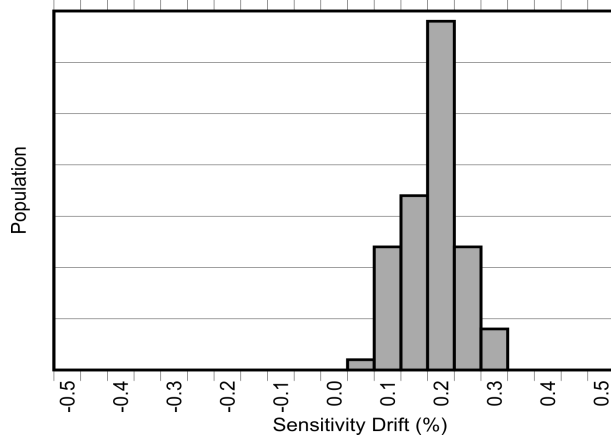
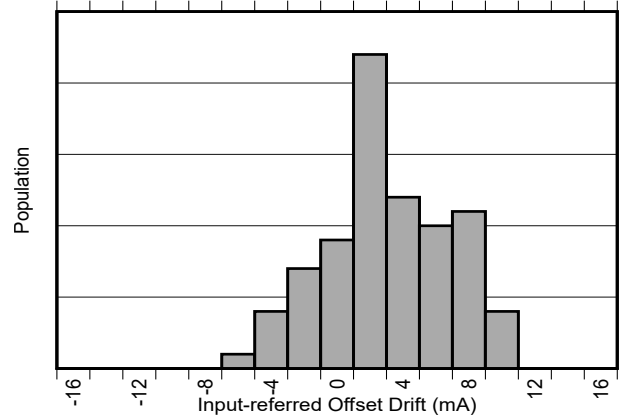

图 8-3. AEC-Q100 高温工作寿命应力测试后的灵敏度误差漂移
图 8-4. AEC-Q100 高温工作寿命应力测试后的以输入为基准的失调漂移
除了较大的热漂移之外，典型的磁性电流传感器由于在器件的寿命内老化，其灵敏度还会出现 2% 到 3% 的额外漂移。TMCS1133 中用于降低温度漂移的相同专有补偿技术也用于大大降低由于应力和环境条件（尤其是在较高的运行温度下）引起的老化而导致的寿命漂移。如 电气特性 所示，TMCS1133 具有行业出色的寿命灵敏度漂移，这是在标准三批 AEC-Q100 认证期间，在 130°C 和 85% 相对湿度 (RH) 下进行高加速应力测试 (HAST) 后实现的。在按照 AEC-Q100 认证规定进行 1000 小时、125°C 高温工作寿命应力测试后，还观察到 电气特性 中规定的界限内的低灵敏度和温漂。这些测试模拟了器件在使用寿命期间的典型运行情况，表明与典型的磁性电流传感器相比，由于老化导致的器件性能变化得到了极大的改善。图 8-3 和图 8-4 展示了在进行 AEC-Q100 规定的 1000 小时、125°C 高温工作寿命应力测试后的灵敏度和失调电压漂移。器件的运行性能在器件的整个生命周期内存在差异。该测试模拟了典型的器件寿命，并表明器件与典型磁传感器相比可能会大幅提高性能。